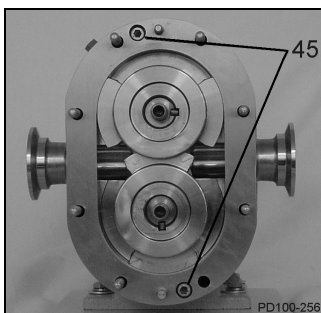

Figura 37 - Ubicación de los tornillos
1. Retire los dos tornillos de retención del cuerpo (Figura 37, artículo 45).